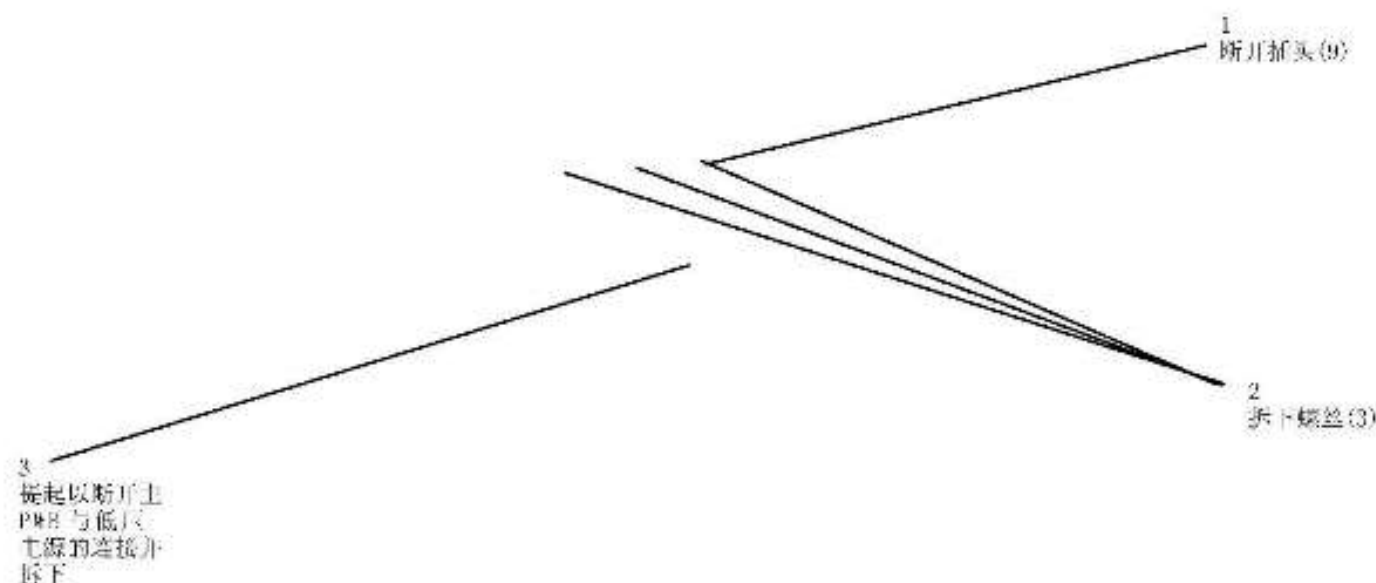

图 1 拆卸主线路板
4. 更换主线路板(图 1)。
1. 安装半段踏板(与图 1 的步骤相反)。